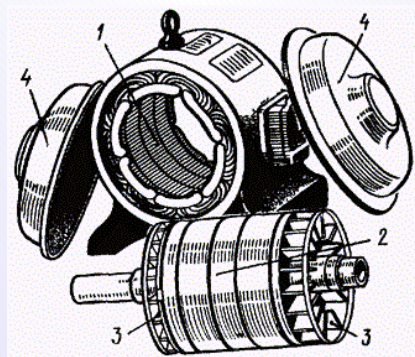

Рисунок 7.3
Основными частями асинхронного двигателя являются (рисунок 7.3): статор (1) с рабочей обмоткой, ротор (2) с лопастями вентилятора (3) и два подшипниковых щита (4) с вентиляционными отверстиями.